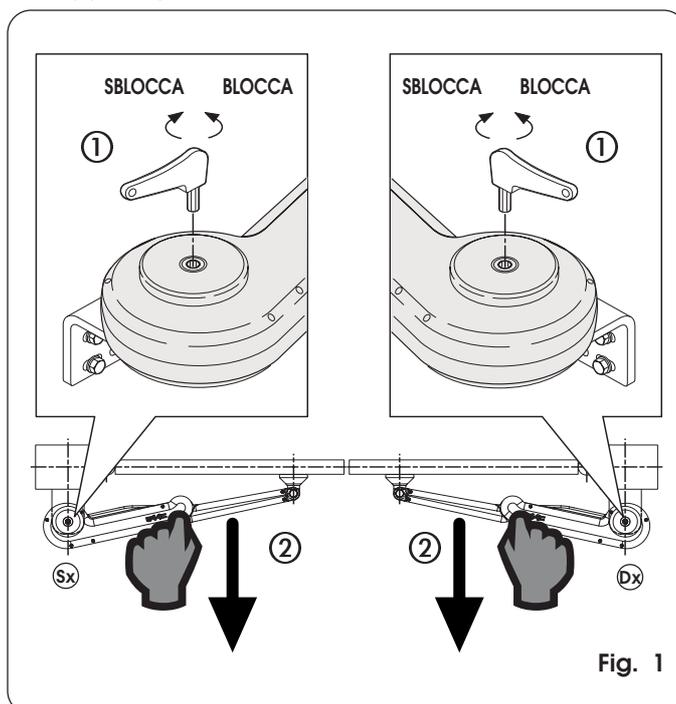

Fig. 1
- Togliere il tappo di protezione dalla vite di sblocco, inserire la chiave a brugola in dotazione e ruotare in senso orario fino all'arresto (Fig. 1 Rif. ①).
- Tirare nella zona del gomito dell'operatore ed aprire il cancello (Fig. 1 Rif. ②).
- Inserire la chiave a brugola in dotazione e ruotare fino all'arresto in senso antiorario (Fig.1 Rif. ①). Riposizionare il tappo di protezione.